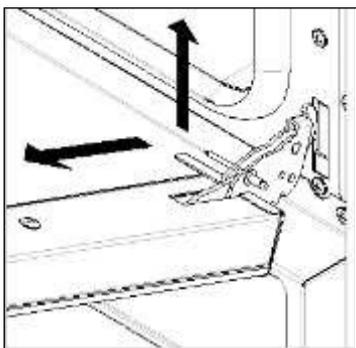

fig. 6
- løft forsigtigt døren og træk den ud (fig. 6);